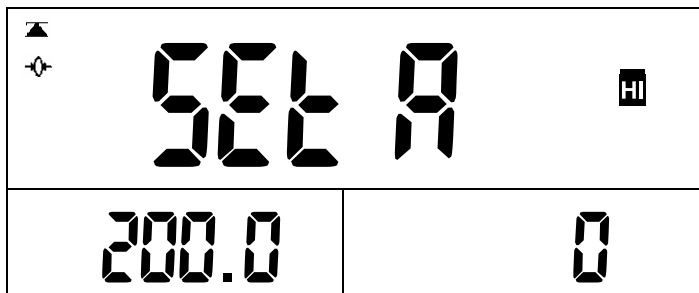

图 18
- ②输入预设上限值（可用**清除**键删除所输数据，再用数字键重新输入）。（图 18）